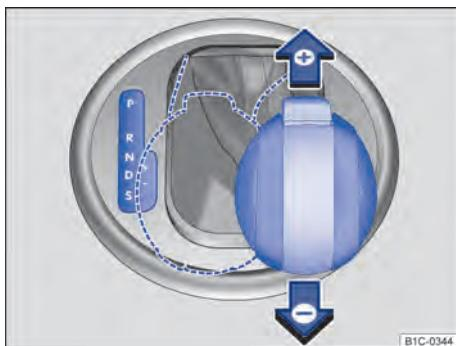

Fig. 109 Alavanca seletora na posição Tiptronic (veículos com direção à esquerda). Veículos com direção à direita são espelhados.
- Mover a alavanca seletora para frente  ou para trás  para aumentar ou reduzir a marcha \Rightarrow Fig. 109.